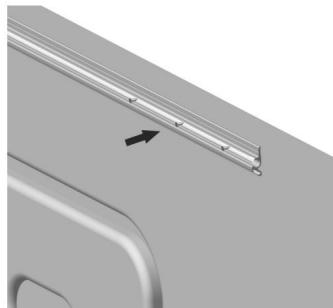
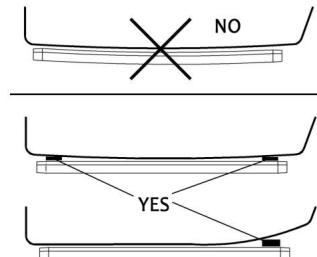

Figura C4
Figura C5
- 3.1 Estrarre la guida in tessuto e fissarla all'esterno della carrozzeria del veicolo con le viti B (Figura C4). La guida in tessuto deve essere installata orizzontalmente e, in caso contrario, deve essere livellata (il blocco ammortizzatore deve essere fornito) (Figura C5). Se la carrozzeria del veicolo è preinstallata con una fessura di inserimento del tessuto, questo passaggio può essere omesso e il tessuto non è necessario utilizzare la ferrovia.